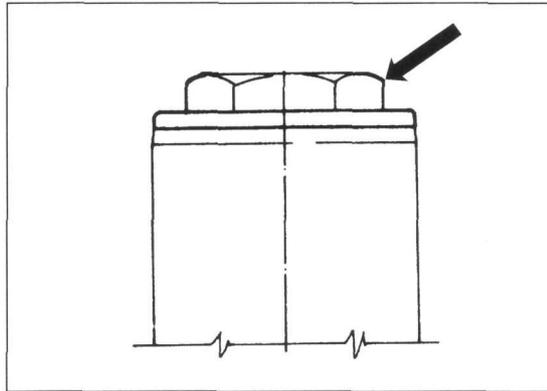

Bild 224
- **TIP** Bevor Gabelbein aus Gabelbrücken herausgezogen wird, obere Verschluss-schraube (Bild 224) bei angezogener Klemmung lockern.